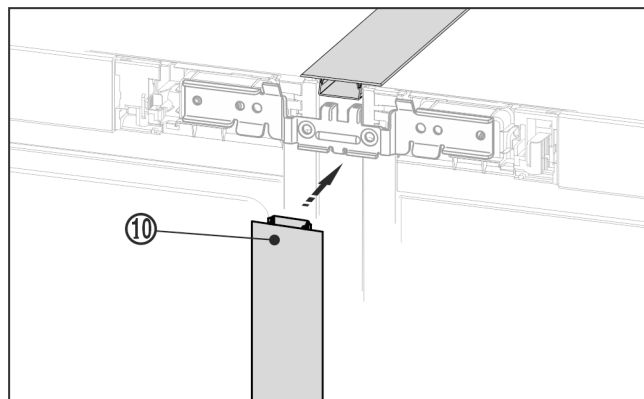

Fig. 22 *
- ▶ Długą listwę zakrywającą Fig. 22 (10) wcisnąć z przodu do pionowej szczeliny. Należy zwracać uwagę na to, by listwa opierała się o blachę tączącą.*